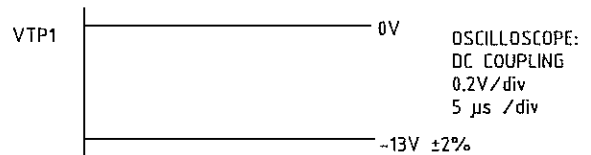

Abb. 1
(3) SCHWARZWERT-EINSTELLUNG
- Mit Potentiometer R57 der Videoverstärkerkarte den Clamp-Pegel auf $-13 \text{ V} \pm 2\%$ einstellen; siehe Abb. 1.